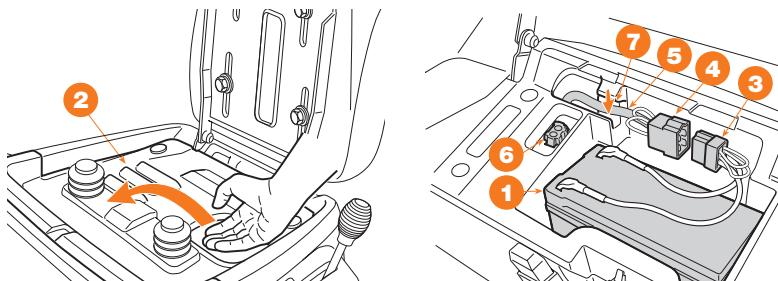

Рис. 6
- Батарея 1 находится под сиденьем, для получения доступа к ней необходимо снять крышку 2 (Рис. 6).